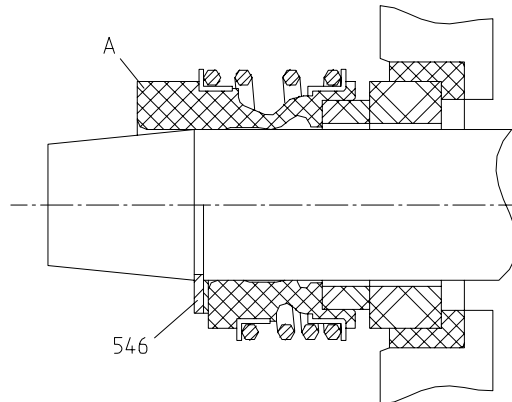

fig. 2.11
c) Asafdichting met rubber balg - type "G" (fig. 2.11)